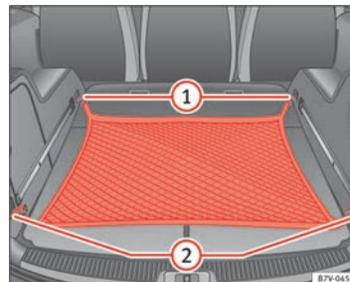

Abb. 100 Im Gepäckraum: Flach eingehängtes Gepäcknetz. ►
- Haken des Gepäcknetzes in die Verzurrösen ⇒ Abb. 100 ① und ② einhängen.